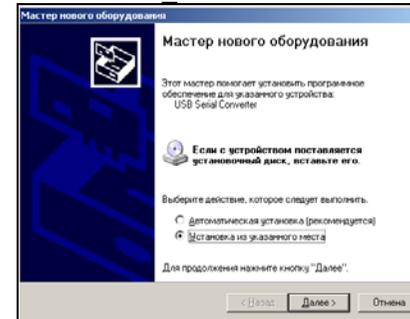
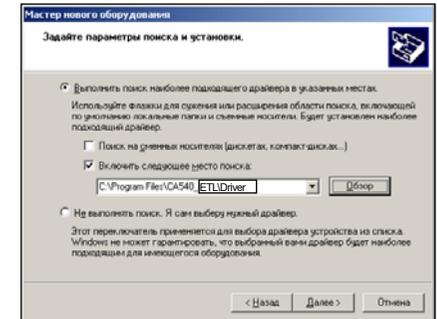

Рисунок 8.9
Рисунок 8.10
2) После включения ПК на экране появится сообщение, а затем окно программы установки нового оборудования (рисунок 8.9).
3) Установить драйвер Блока сопряжения универсального, для чего в окне (рисунок 8.9) щелкнуть в поле "Установка из указанного места", а затем по кнопке **Далее >**. На экране появится окно (рисунок 8.10). Щелкнуть по кнопке **Обзор** и выбрать папку C:\Program Files\CA540 ETL\Driver.